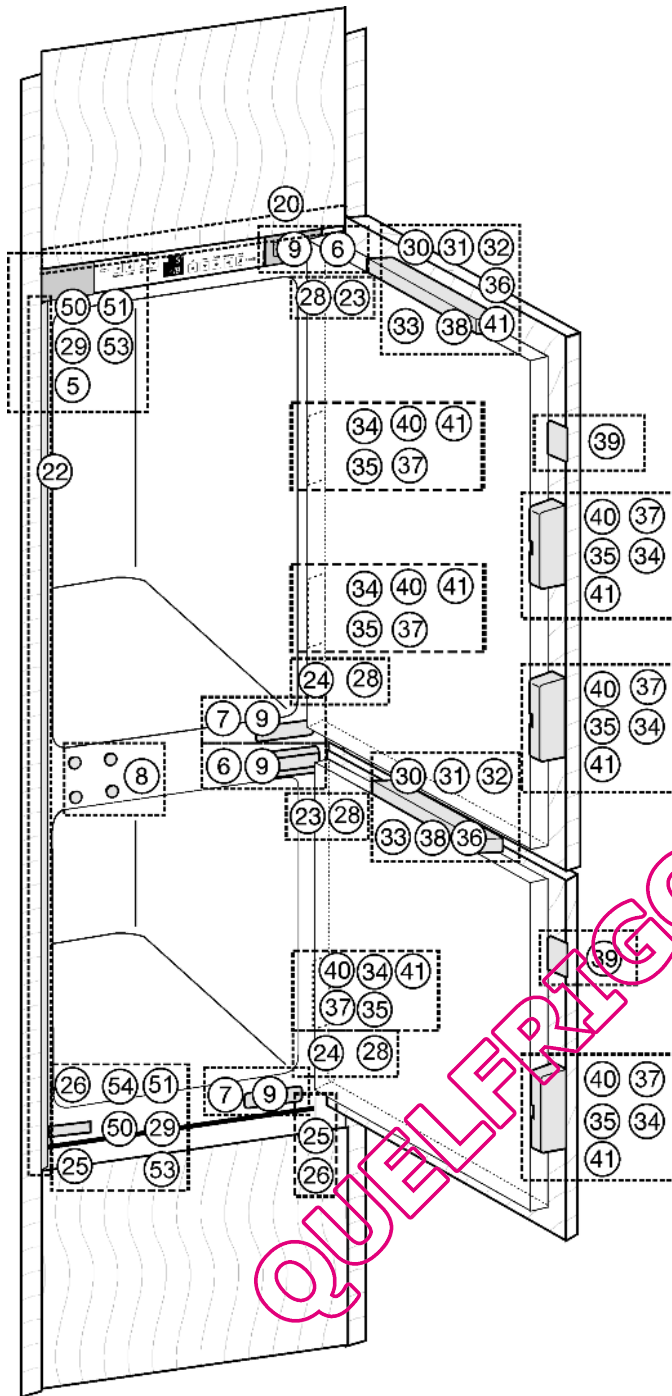
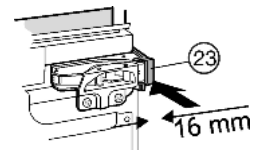
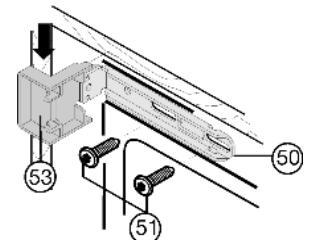
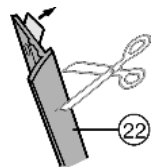

Fig. 8
Fig. 12
Fig. 13
Fig. 14
- ▶ Retirer les caches Fig. 8 (5, 6, 7).
- ▶ Clipser l'élément d'écartement Fig. 12 (23) sur la charnière supérieure et l'élément d'écartement Fig. 8 (24) sur la charnière inférieure.
- ▶ Mettre le cache Fig. 13 (53) et le cache Fig. 13 (50) en haut et en bas sur les étriers.
- ▶ Fixer les étriers Fig. 13 (50) en haut et en bas avec des vis Fig. 13 (51) afin que les étriers puissent bouger encore un peu à gauche et à droite.
- ▶ Retirer le film de protection de la baguette de recouvrement Fig. 14 (22). Placer la baguette de recouvrement Fig. 14 (22) sur l'arête du cache Fig. 13 (53) côté poignée en alignement avec la façade puis la coller sur la paroi latérale de l'appareil.
- ▶ Si nécessaire, raccourcir la baguette de recouvrement Fig. 14 (22) en bas : l'extrémité de la baguette de recouvrement Fig. 14 (22) doit dépasser de 3 mm sur le bord supérieur de l'étrier du bas Fig. 8 (50).
- ▶ Insérer l'appareil jusqu'à ce que les caches Fig. 13 (53) touchent Fig. 13 la paroi latérale du meuble.
- ▶ Respecter les dimensions d'encombrement (épaisseur des éléments de butée de porte) : faire dépasser les charnières et les caches *Fig. 13 (53)* en tenant compte des dimensions d'encombrement.
- ▶ Mettre l'appareil de niveau en ajustant les pieds réglables *Fig. 8 (25)* à l'aide de la clé plate *Fig. 8 (26)* fournie.